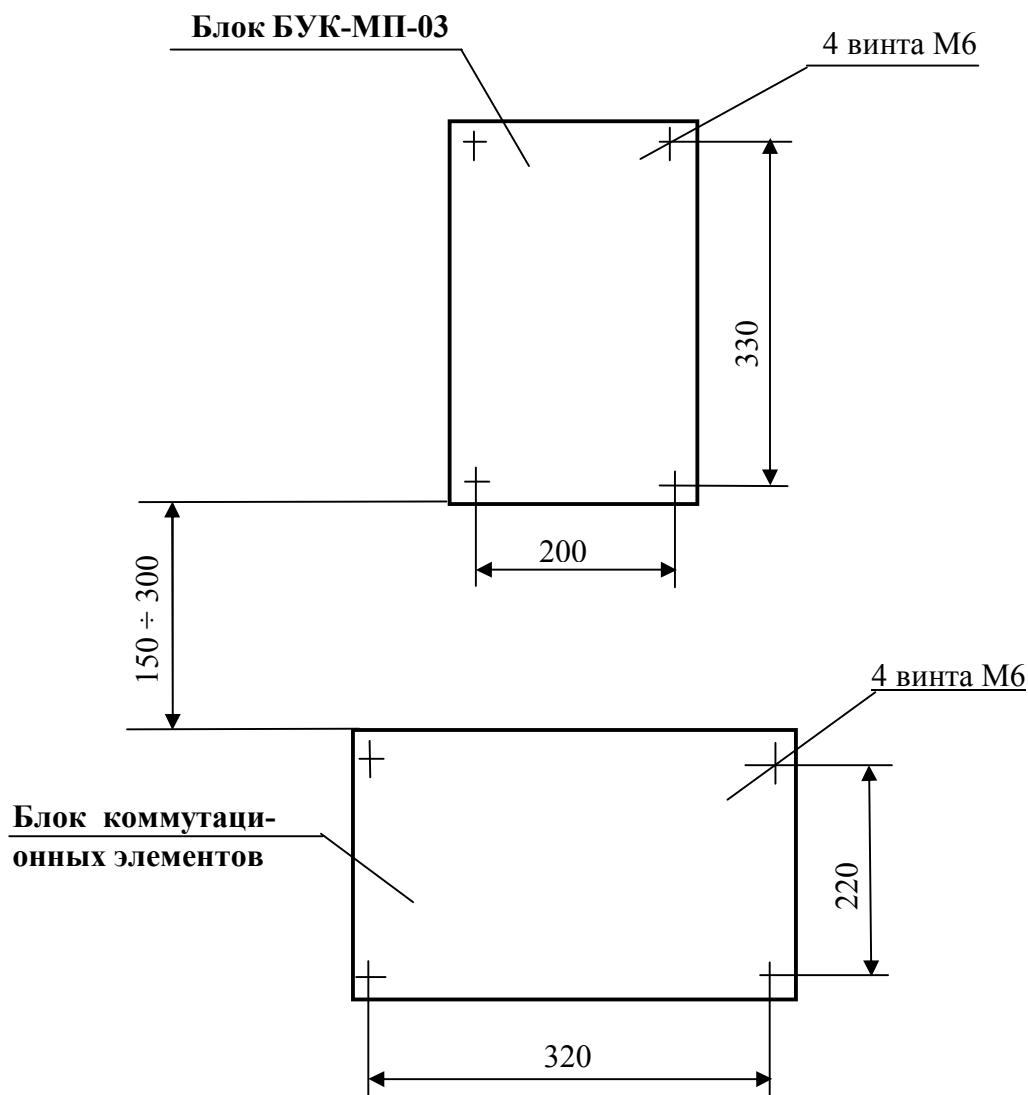

Рис. 1. Разметка под установку блока БУК-МП-03 и блока коммутационных элементов.
2.2.1. Блок **БУК-МП-03** устанавливается на вертикальной плоскости (щите) на высоте 1500-1700 мм от уровня пола. Блок коммутационных элементов (для подключения внешнего монтажа) располагается на расстоянии 150 – 300 мм ниже блока (см. рис.1).